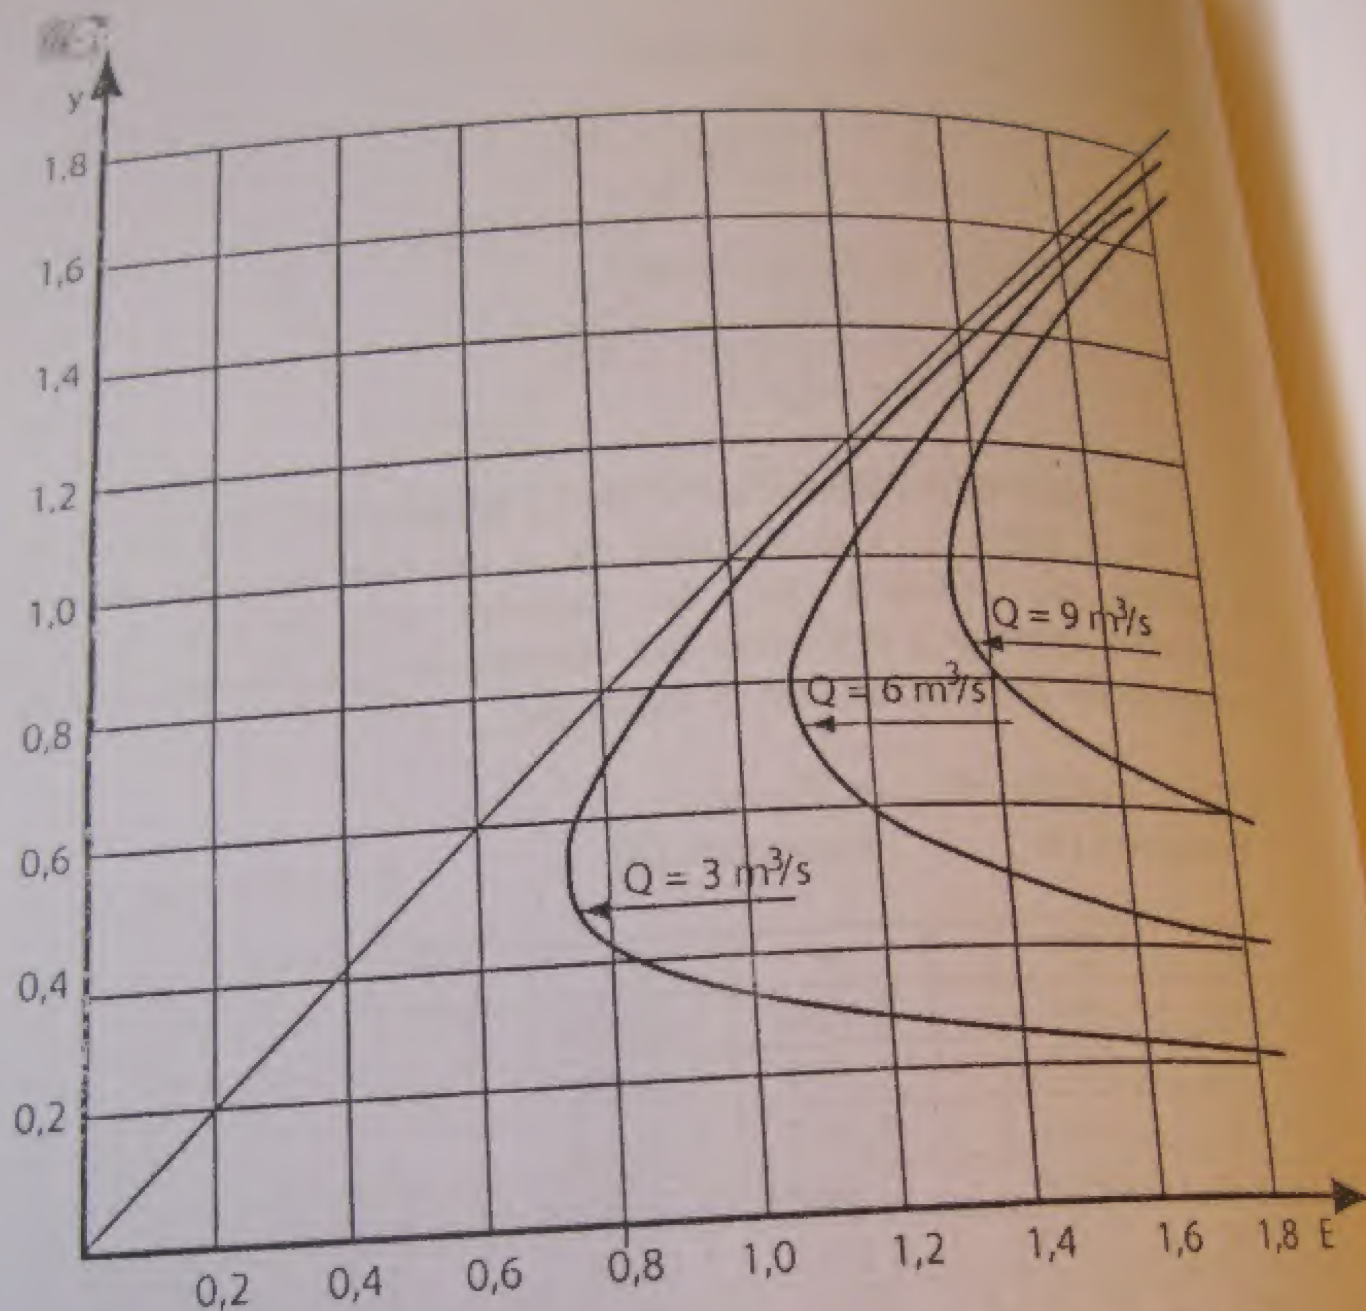

Figura 26. Curvas de E vs y para $b = 2$ m y $Z = 1.5$
4. Graficando los valores de la tabla 1, se obtiene la figura 26.